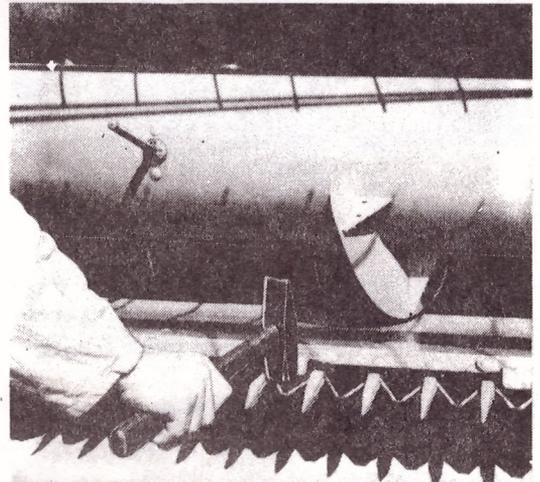
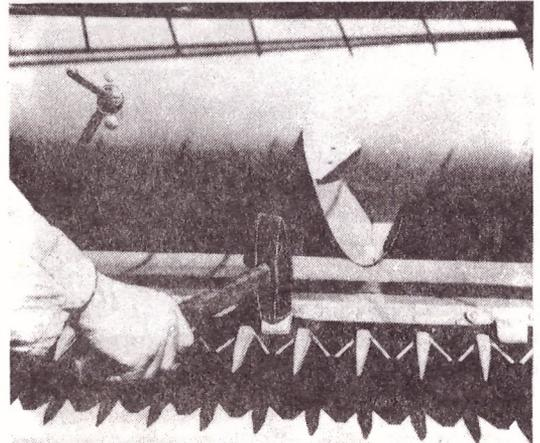

FIG. 44
FIG. 45
- les jeux entre les sections coupantes et les plans des doigts sont éliminés avec de légers coups de marteau sur les presse-lame ; pour les diminuer, agir comme à la fig.44 et pour les augmenter comme à la fig.45.